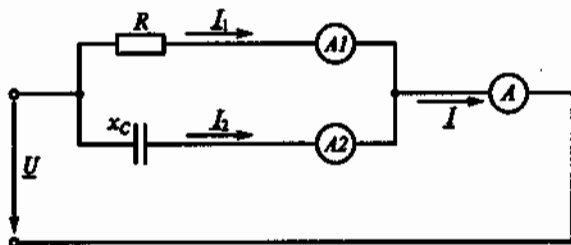

Рис. 96
3.51. В цепь синусоидального тока на рис. 96 включены три амперметра. Каким будет показание амперметра A_2 , если амперметры A и A_1 показывают соответственно 10 A и 6 A ?